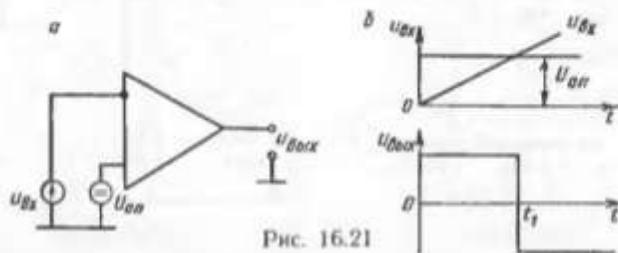

Рис. 16.21
4. Компаратор сигналов. Компаратором называется схема для сравнения двух напряжений (рис. 16.21, а).
В схеме компаратора используется свойство усилителя изменять полярность (знак) выходного напряжения при изменении полярности напряжения на входах. Поясним это на примере временной диаграммы (рис. 16.21, б). В интервале времени $0 - t_1$ $U_{\text{оп}} > u_{\text{вх}}$, это значит, что потенциал неинвертирующего входа выше, чем инверти-